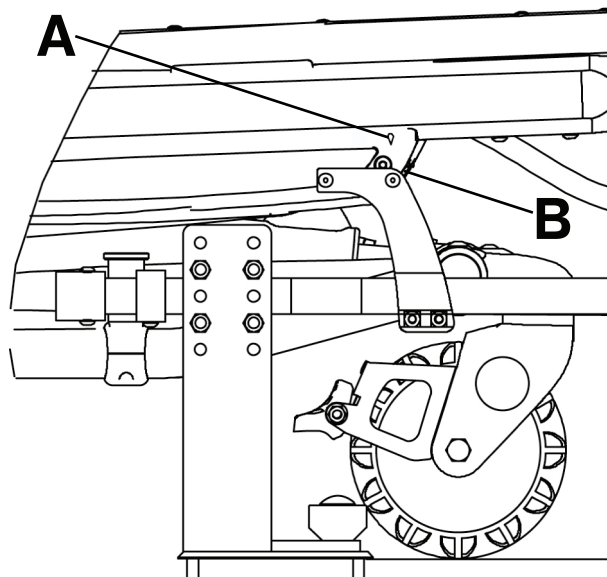

Figura 5 – Ajuste del soporte del sistema de apagado
4. Ajuste el soporte del sistema de apagado a lo largo de la abrazadera de raíl hasta que el rombo (A) de la carcasa del sensor quede alineado con la cabeza del remache Pop (B) (Figura 5).
Nota - Alinee el rombo (A) de la cubierta de la carcasa del sensor con la cabeza del remache Pop (B) del sistema de apagado de la ambulancia (Figura 5).